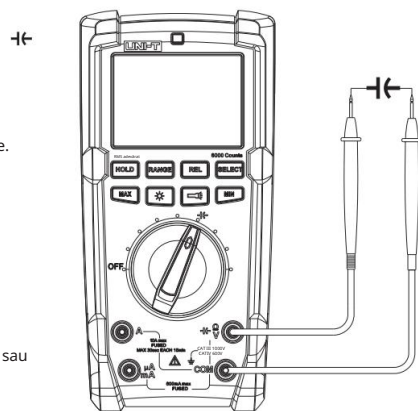

Figura 6
9.5 Măsurarea capacității (vezi Figura 6)